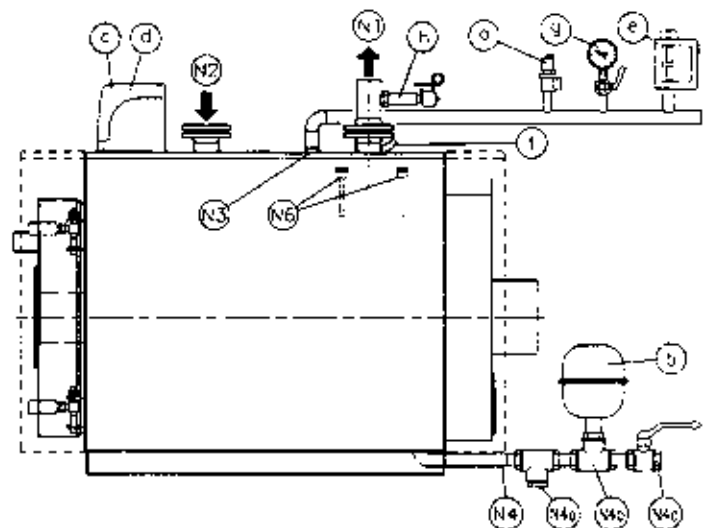

Fig. 1
3.2.1 IMPIANTO TERMICO AD ACQUA CALDA CON VASO D'ESPANSIONE CHIUSO - Potenza al focolare ≤ 300.000 kcal/h - pressione 5 bar (Fig. 1)